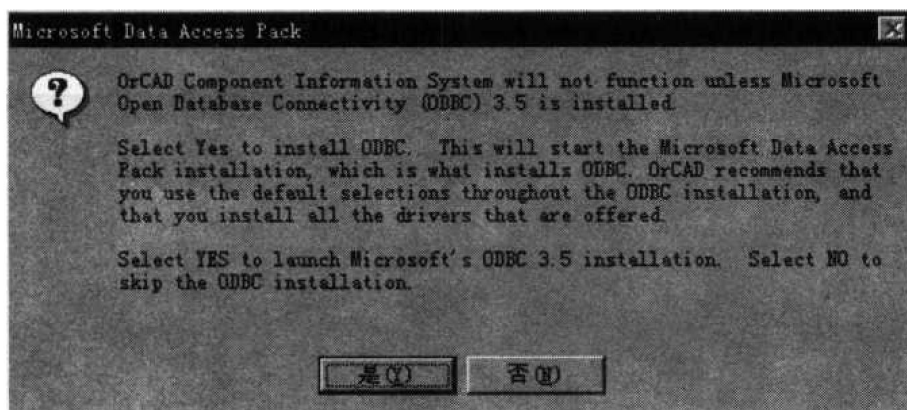

图 1-6 是否装入 ODBC
(7) 出现是否装入 ODBC 的信息, 如图 1-6 所示。Capture CIS 要求安装两个附加块: _ODBC 和 _DCOM95。用户若没有可点击“是”。